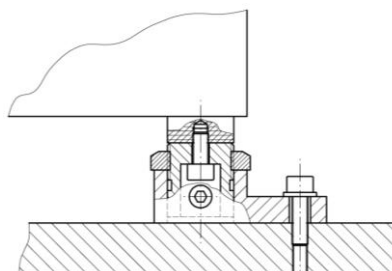

Abbildung 5
- Wendelförderer mit Grundplatte und Nivelierfuß (siehe Abbildung 5)